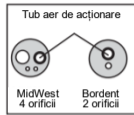

Fig. 18
4) Inserați duza de vârf în portul de aer de acționare al piesei de mână. Apucați piesa de mână și pulverizați aproximativ 2-3 secunde. Aplicați lubrifianț până ce iese prin capul piesei de mână cel puțin 2 secunde (Fig.18, 19).